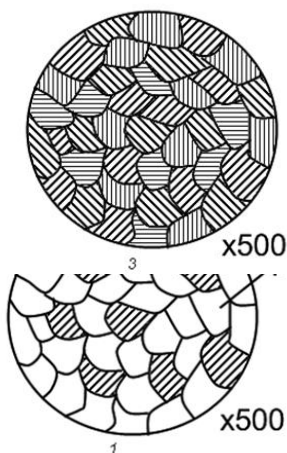

рис. 36
4.34 На рис. 36 представлена схема структуры стали. Какая это сталь?